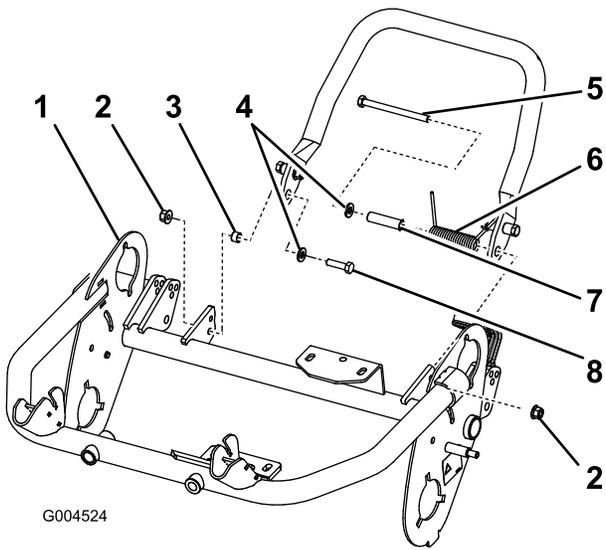

图9
2. 将垫圈 (M8) 安装至小螺栓 (M8 - 1.25 x 030) 上。使用螺栓和垫圈、小隔片和锁紧螺母 (M8 - 1.25) 将支撑架的右侧安装至机架上 (图9)。确保从机架内部安装螺栓，如图9所示。
- 重要事项:** 安装弹簧时，将弹簧的一端放置到后部机架下 (图9)。
5. 使用螺栓和垫圈、大隔片和弹簧及锁紧螺母 (M8 - 1.25) 将支撑架的左侧安装至机架上 (图9)。确保从机架内部安装螺栓，如图9所示。